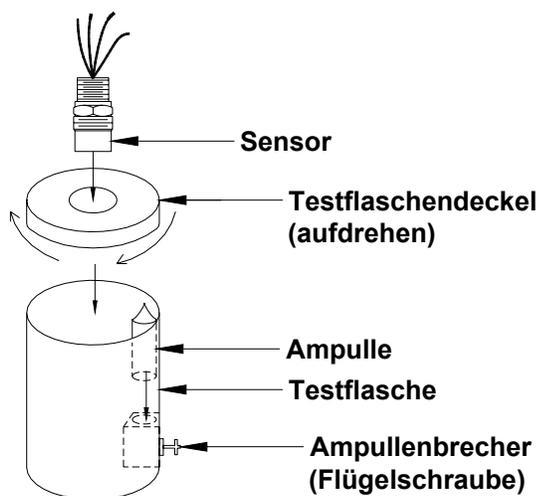

Abbildung 16 – Testflaschenfunktion
- Geben Sie eine H₂S-Ampulle (50 % des Höchstwertes empfohlen) in eine Testflasche; setzen Sie die Testflasche erst auf den Sensor (Abbildung 16), wenn auf dem Display die Anzeige AC blinkt.